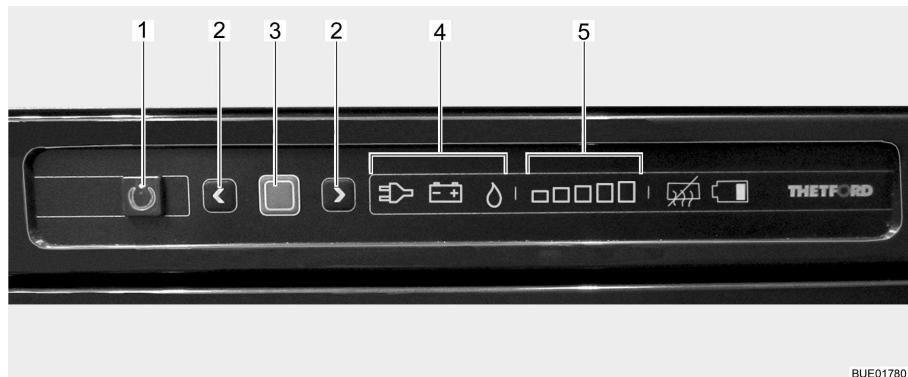

Fig. 93 Elementi di comando del frigorifero
La modalità di funzionamento attuale è indicata da un simbolo luminoso (Fig. 93,4) sulla centralina di controllo.
Dopo l'accensione il frigorifero seleziona automaticamente la regolazione del termostato selezionata per ultimo. Questa impostazione può essere modificata manualmente con i tasti freccia (Fig. 93,2). Le barre luminose dell'indicatore del livello di refrigerazione (Fig. 93,5) visualizzano la temperatura selezionata sul termostato. Con i tasti freccia viene regolata la temperatura di refrigerazione per tutti i tre tipi di energia. Ci vogliono alcune ore prima che il frigorifero raggiunga la temperatura normale di esercizio. Cambiando la modalità di funzionamento la regolazione del termostato non viene modificata. La temperatura di refrigerazione è indipendente dal tipo di energia utilizzata.
- Premere il tasto On/Off (Fig. 93,1) per 1 secondo. Il tasto (Fig. 93,1) si illumina di verde. Dopo circa 10 secondi, l'indicatore viene attenuato per risparmiare energia.
- Premere il tasto di conferma (Fig. 93,3) per circa 2 secondi. Il simbolo delle modalità di funzionamento (Fig. 93,4) lampeggia.
- Per modificare la modalità di funzionamento, premere i tasti freccia (Fig. 93,2).
- Per il funzionamento a gas, selezionare la modalità di funzionamento a gas con i tasti freccia (Fig. 93,2). L'alimentazione del gas è ora aperta. L'accensione avviene automaticamente. È udibile un ticchettio fino a quando procedura di accensione non è stata portata a termine.
- Premere il tasto di conferma (Fig. 93,3).
- Premere nuovamente il tasto di conferma (Fig. 93,3). Il livello di refrigerazione attuale viene indicato dalle barre luminose (Fig. 93,5).
- Per modificare l'impostazione, premere i tasti freccia (Fig. 93,2) fino a visualizzare l'impostazione desiderata.
- Premere il tasto On/Off (Fig. 93,1) per circa 2 secondi. Tutte le spie si spengono. Il frigorifero è spento.